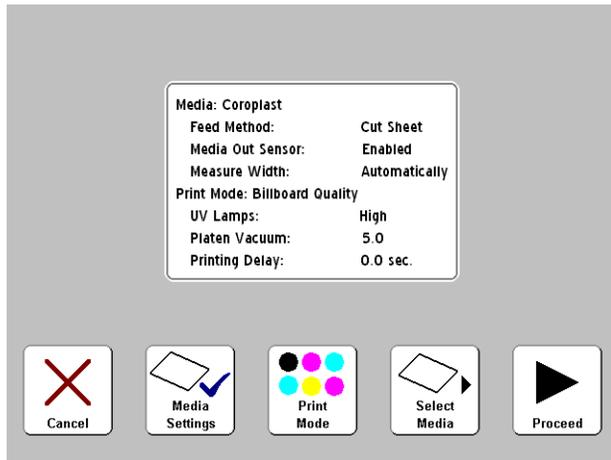

Abb. 2-1. Medieneinstellungen
- Wenn Sie einen **Medientyp** ausgewählt haben, wird eine Liste mit Einstellungen angezeigt (siehe Abb. 2-1). Auf dieser Seite können Sie die Medieneinstellungen und den Druckmodus ändern, neue Medien auswählen oder mit dem Einlegen der Medien fortfahren. Drücken Sie die Taste ► (Fortfahren), um Medien zu laden, und fahren Sie mit „Einlegen und Bedrucken von starren Medien“ auf Seite 2-12 oder „Einlegen und Bedrucken von Rollenmedien“ auf Seite 2-18 fort.